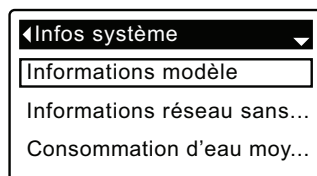

FIG. 65
3. Appuyez sur le SÉLECTEUR (O) pour afficher les rubriques d'Infos système (cf. Figure 65).
7. Après avoir lu une rubrique d'informations, appuyez sur le SÉLECTEUR (O) : l'afficheur reviendra au menu Infos système (cf. Figure 65) (retour automatique si aucun bouton n'est enfoncé pendant quatre minutes).